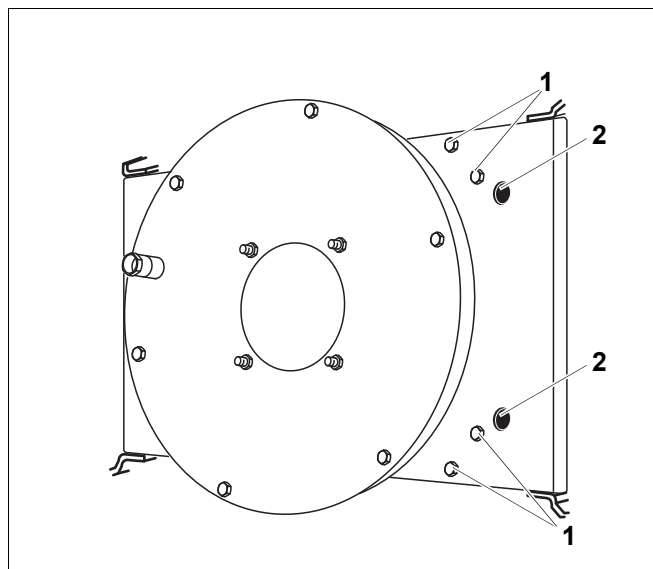
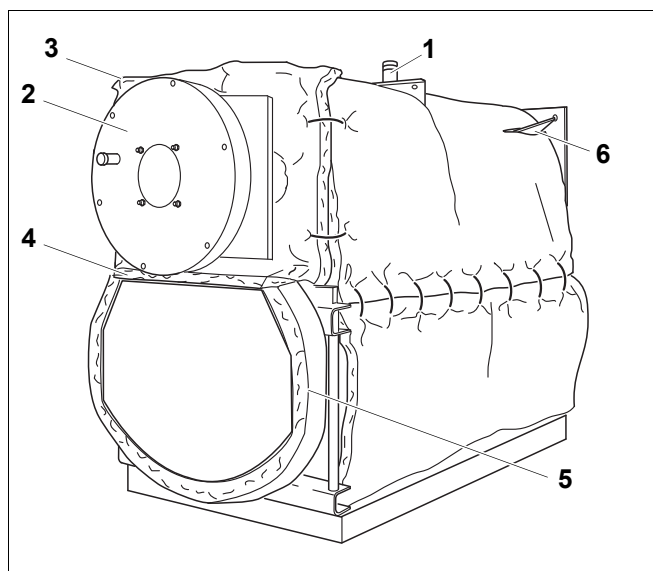
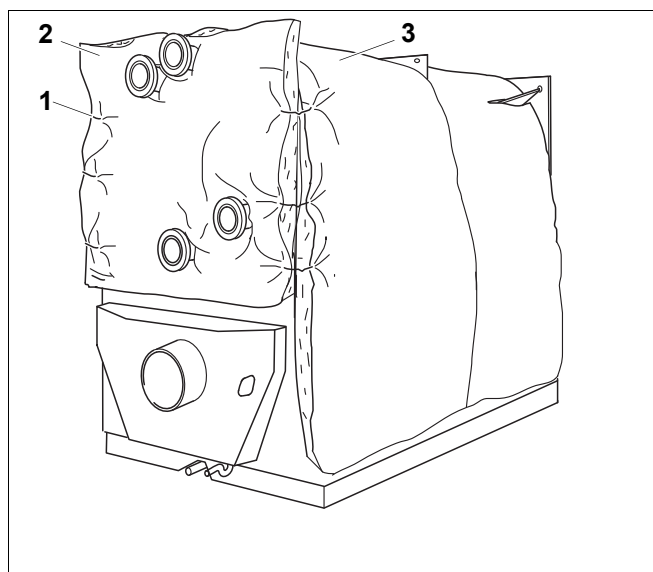

Рис. 6 Болты дверцы горелки
Рис. 7 Теплоизоляция на дверце горелки
Рис. 8 Теплоизоляция задней стенки
Учитывайте вырезы для предохранительного устройства контроля количества воды и кронштейна траверсы (рис. 7, поз. 1 + 6)!
- Выверните 4 болта (рис. 6, **поз. 1**) на дверце горелки (рис. 7, **поз. 2**) справа и 4 болта слева.
Пазы (рис. 6, **поз. 2**) на дверце горелки (2 справа и 2 слева) предназначены для подвешивания к крану или тали, когда требуется снять всю дверцу целиком.
- Откройте дверцу горелки (рис. 7, **поз. 2**).
- Приложите теплоизоляционный мат с круглым вырезом (рис. 7, **поз. 3**) широким краем вверх к передней стенке корпуса котла и закрепите его 4 скобами (2 слева, 2 справа) к теплоизоляции корпуса.
- Уложите теплоизоляционную полосу (рис. 7, **поз. 4**) на оборотную камеру котла так, чтобы клейка была спереди и сверху.
- Уложите теплоизоляционную полосу (рис. 7, **поз. 5**) вокруг оборотной камеры котла и закрепите 2 скобами.
- Уложите теплоизоляцию на заднюю стенку (рис. 8, **поз. 2**), учитывая вырезы на ней, и прикрепите 6 скобами (рис. 8, **поз. 1**, 3 слева и 3 справа) к теплоизоляции корпуса (рис. 8, **поз. 3**).
- Вставьте теплоизоляционные маты дверцы горелки (рис. 7, **поз. 3**) и задней стенки (рис. 8, **поз. 2**) в верхнюю отбортовку на передней и задней траверсах.